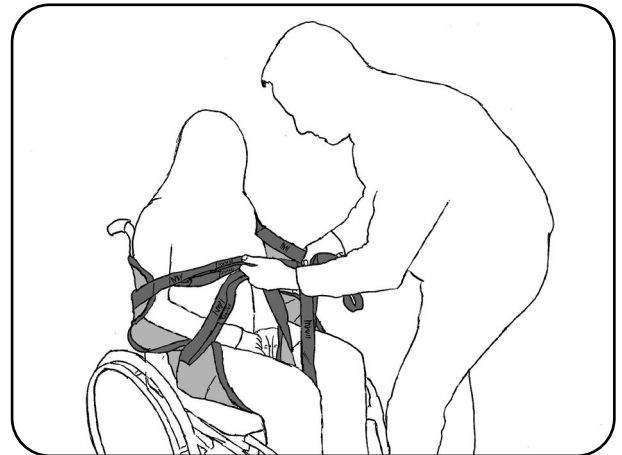

Abb. 8.2.02 – Liftergurt hinter dem Rücken des Patienten positioniert
5. Führen Sie die Beinschlingen von außen nach innen unter den Oberschenkeln des Patienten durch, so dass die Beinschlingen zwischen den Oberschenkeln liegen. Achten Sie darauf, dass die Beinschlingen gleich lang sind. Straffen Sie die Beinstützen durch seitliches Ziehen, damit sie faltenfrei anliegen. Ordnen Sie die Schulterschlingen rechts und links von den Schultern des Patienten an (Abb. 8.2.02).